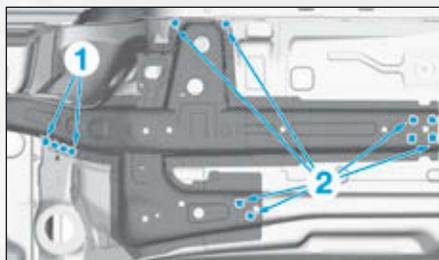

FIG.13
- en (1) sur 2 épaisseurs de tôle les 4 points extérieurs (Fig.13),
- en (2) les 8 points extérieurs,